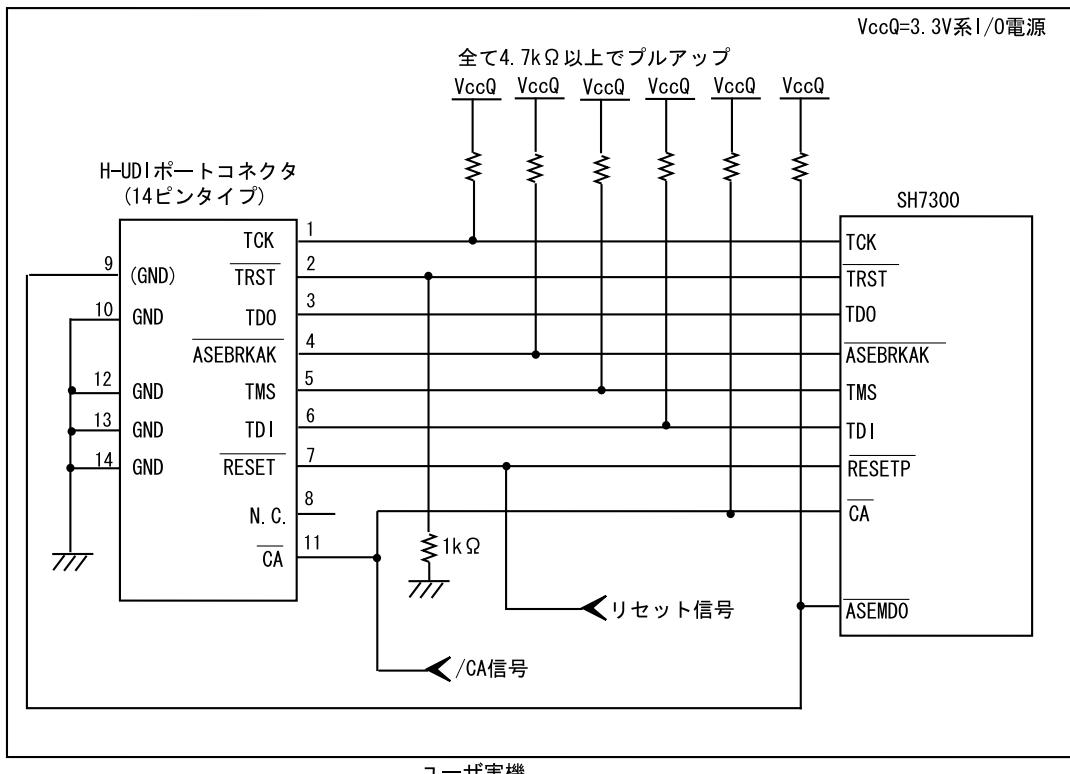

図 1.6 E10A-USB 使用時の H-UDI ポートコネクタ - チップ間の推奨接続例
E10A-USB エミュレータ使用時の H-UDI ポートコネクタ(14 ピンタイプ)とチップ間の推奨接続例を図 1.5、図 1.6 に示します。
9. E10A-USB エミュレータのスイッチ(SW2=0, SW3=0 側)を切り替えることにより 11pin を /CA 端子として使用することができます。本設定では、UVCC 端子にユーザ電源を供給できませんので、ユーザインターフェースの I/O 電圧は 3.3V 固定となります。このとき、8pin は N.C.(オープン)としてください。(図 1.6 参照)
- 図 1.6 推奨接続例で回路を組んだ場合の E10A-USB エミュレータのスイッチ設定:SW2=0, SW3=0